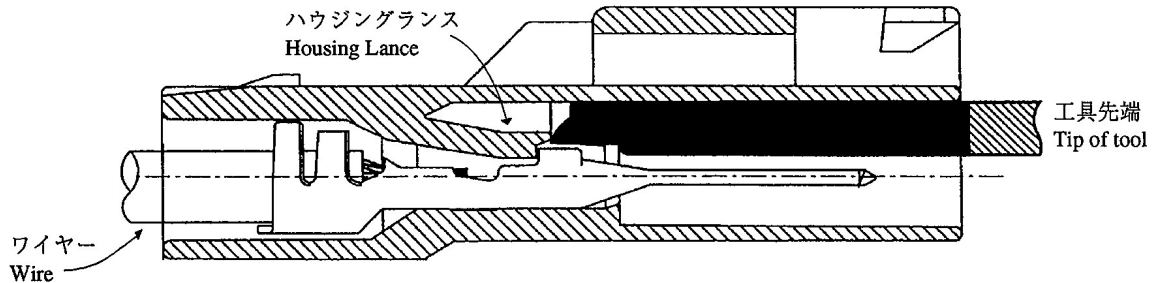

Fig. 2
- 1) 工具ハンドルの切欠部を上にしてかん合側から先端を挿入してください。(Fig.2)